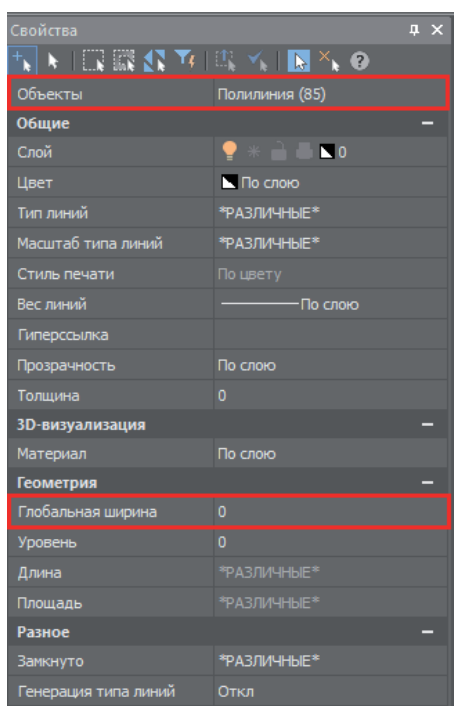

Рис. 13. Свойства полилинии
- Установим свойство *Глобальная ширина* равным нулю. С помощью команды *QSELECT* (*Быстрый выбор*) укажем все полилинии и в функциональной панели *Свойства* установим значение 0 (рис. 13).